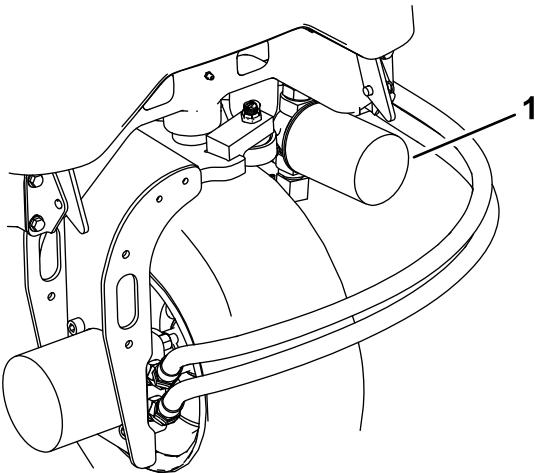
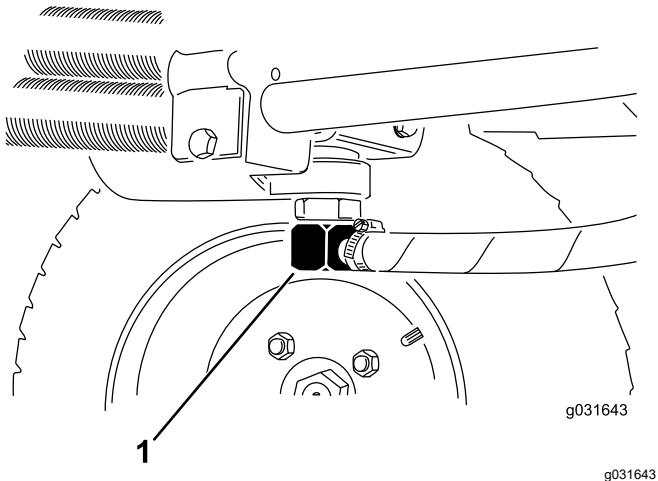

Рисунок 62
Рисунок 63
3. Очистите область вокруг места крепления фильтра и установите сливной поддон под фильтр (Рисунок 62).
2. Отсоедините гидропровод или снимите гидравлический фильтр и дайте гидравлической жидкости стечь в сливной поддон (Рисунок 62 и Рисунок 63).
3. Когда гидравлическая жидкость перестанет вытекать, установите гидропровод на место (Рисунок 63).